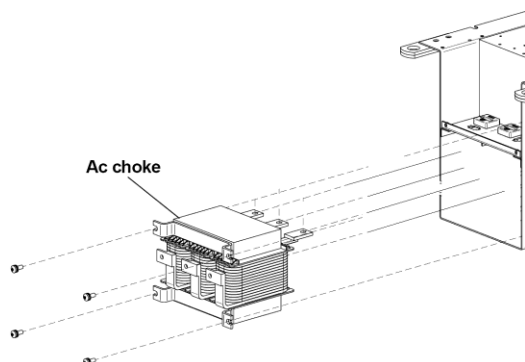

Figura 7.3.18. Extracción bobina de choque trifásica
- 3) Extraer la bobina de choque (ver figura 7.3.18).